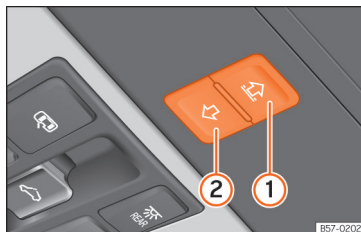

Fig. 65 No revestimento interior do teto: botão de função para utilizar a cortina de proteção contra o sol.
- Se ainda não se puder fechar, antes de passarem 5 segundos deslize o botão de função para trás sem soltá-lo » » » Fig. 65  até que